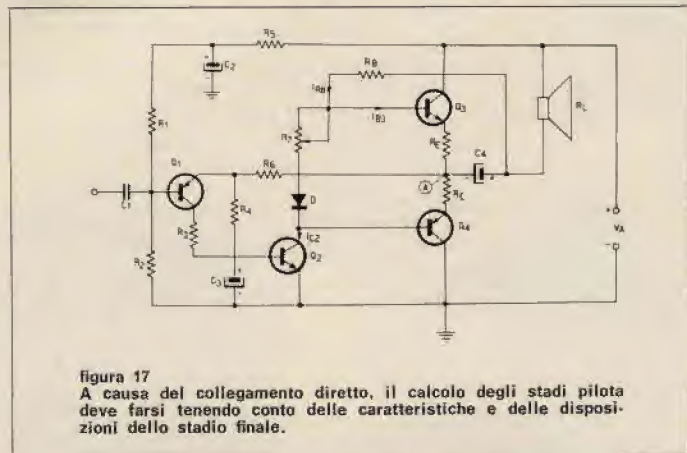

figura 17
Nello schema di figura 17, solo nel primo stadio è necessario l'abituale circuito per la stabilizzazione della temperatura, composto da un divisore di tensione di base (R_1-R_2) e da una resistenza di emittore (R_3) disaccoppiata con il condensatore C_3 . Essendo poi R_4 collegata agli emittori dello stadio d'uscita, la stabilizzazione della temperatura viene estesa a tutto l'amplificatore. Innanzitutto questa stabilizzazione ha per scopo quello di mantenere il potenziale di riposo al punto A, potenziale che deve essere, come si è visto precedentemente, uguale alla metà della tensione di alimentazione.
Continuando i calcoli, dovremo dunque tener conto di questo nuovo valore. Nell'espressione (9) sostituiremo a β_3 la $\beta_3 I_{LM}/I_{E3M}$. Dovremo poi calcolare la potenza dissipata da Q_3 e Q_4 . Data la simmetria del circuito potremo limitarci a calcolare solo quella riguardante Q_3 . Poiché questo transistor funziona in classe B, i calcoli fatti per il transistor Q_2 della figura 17 restano validi. Si potrà calcolare la potenza di alimentazione (per un transistor),